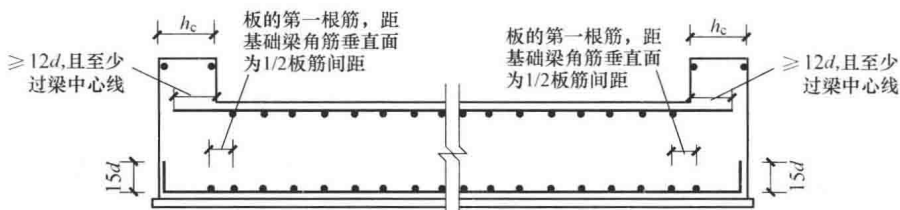

图 1-15 梁板式筏形基础端部构造
(3) 筏板受力筋在基础梁位置不布设, 板的第一根钢筋与基础梁角筋垂直面的距离为板筋间距的 $1/2$ 。梁板式筏形基础端部构造如图 1-15 所示。